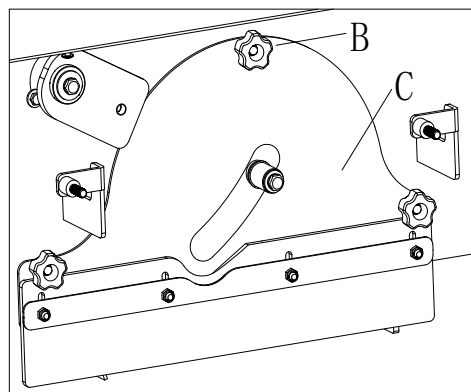

Figure 25
11. Installez le couvercle du compartiment à brosse (C, figure 25) en serrant les boutons (B, figure 25).